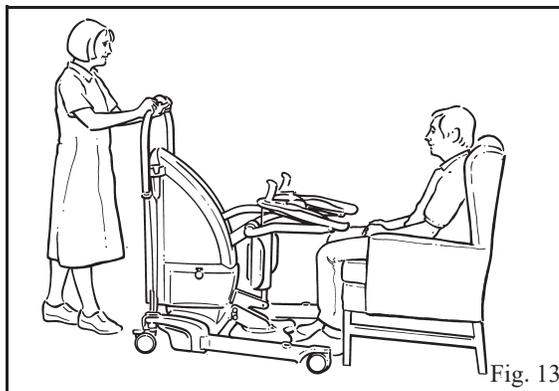

Fig. 13
3. S'approcher du patient par l'avant avec le verticalisateur. S'arrêter avant que le repose-pieds et le Proactive Pad ne soient en contact avec le patient. (Voir fig. 13)